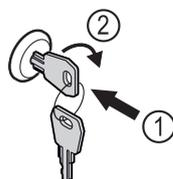

Fig. 152 Representación a modo de ejemplo
- ▶ Introducir la llave Fig. 152 (1).
- ▶ Girar la llave 90° en sentido horario Fig. 152 (2).